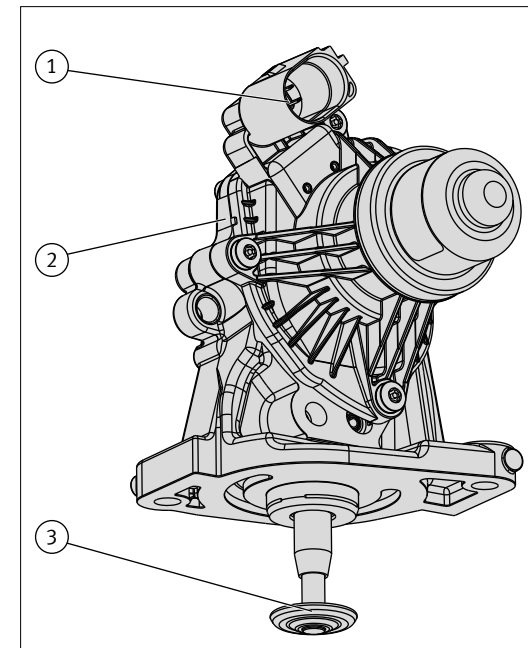

Abb. 1/ Fig. 1/ Puc. 1/ 图1
- 安装前, 将电气接头与 EGR 阀的外壳插头 (1) 插接 (图 1)。
- 选择服务功能“更换 EGR 阀”。由此给 EGR 阀通电。可以看出, 阀盘 (3) 被拉入阀壳 (2) 一小段。